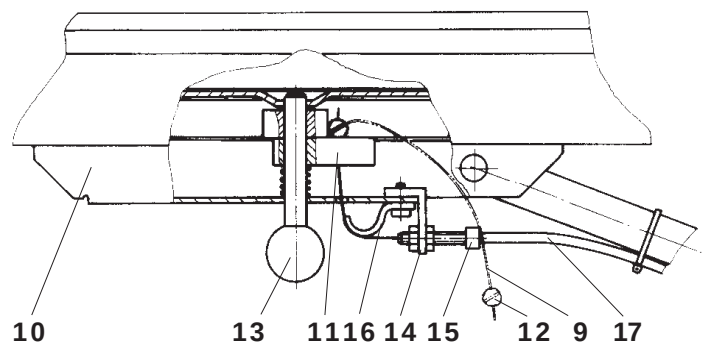
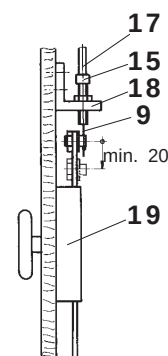

Fig. 6
Fig. 7
Handentriegelung ENTRA Fig. 6 und Fig. 7
- Seil (9) durch Bohrung im Schlitten (10) und im Führungsstück (11) stecken. Seilende fassen und Schraubennippel (12) montieren.
- Seil (9) zurückziehen bis sich der rote Knopf (13) bewegt.
- Winkel (14) mit Schraube (15) und Seilführung (16) montieren.
- Seil (9) durch Schraube (15) und Bowdenzughülle (17) via Zugstange zum Torschluss ziehen.
- Führungswinkel (18) auf Tor festschrauben.
- Seil (9) am Torschluss (19), gemäss Fig. 7, anschliessen und spannen.
- Tor am Schlitten (10) durch Ziehen des roten Knopfes (13) auskuppeln, Fig. 6. Tor von Hand öffnen und wieder schliessen. Es muss leicht und hindernisfrei laufen.